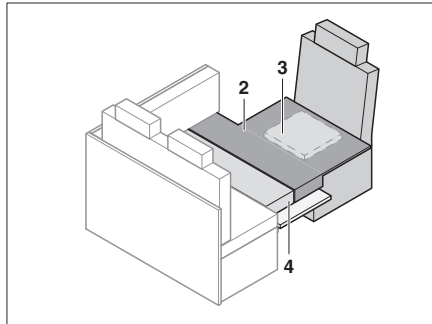

Bild 183 Efter ombyggnaden
- Lägg på extradynorna som visas på Bild 183.